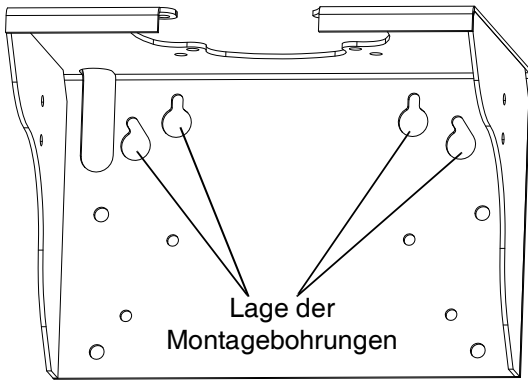

ABB. 27: Lage der Wand-Montagebohrungen
2. Verwenden Sie die Wandhalterung als Schablone und stellen Sie sicher, dass die Wandmontage waagrecht erfolgt. Vier Montagelöcher mit 11 mm Durchmesser bohren. Die Lage der Montagebohrungsbefestigungselemente finden Sie in **Abb. 27**.